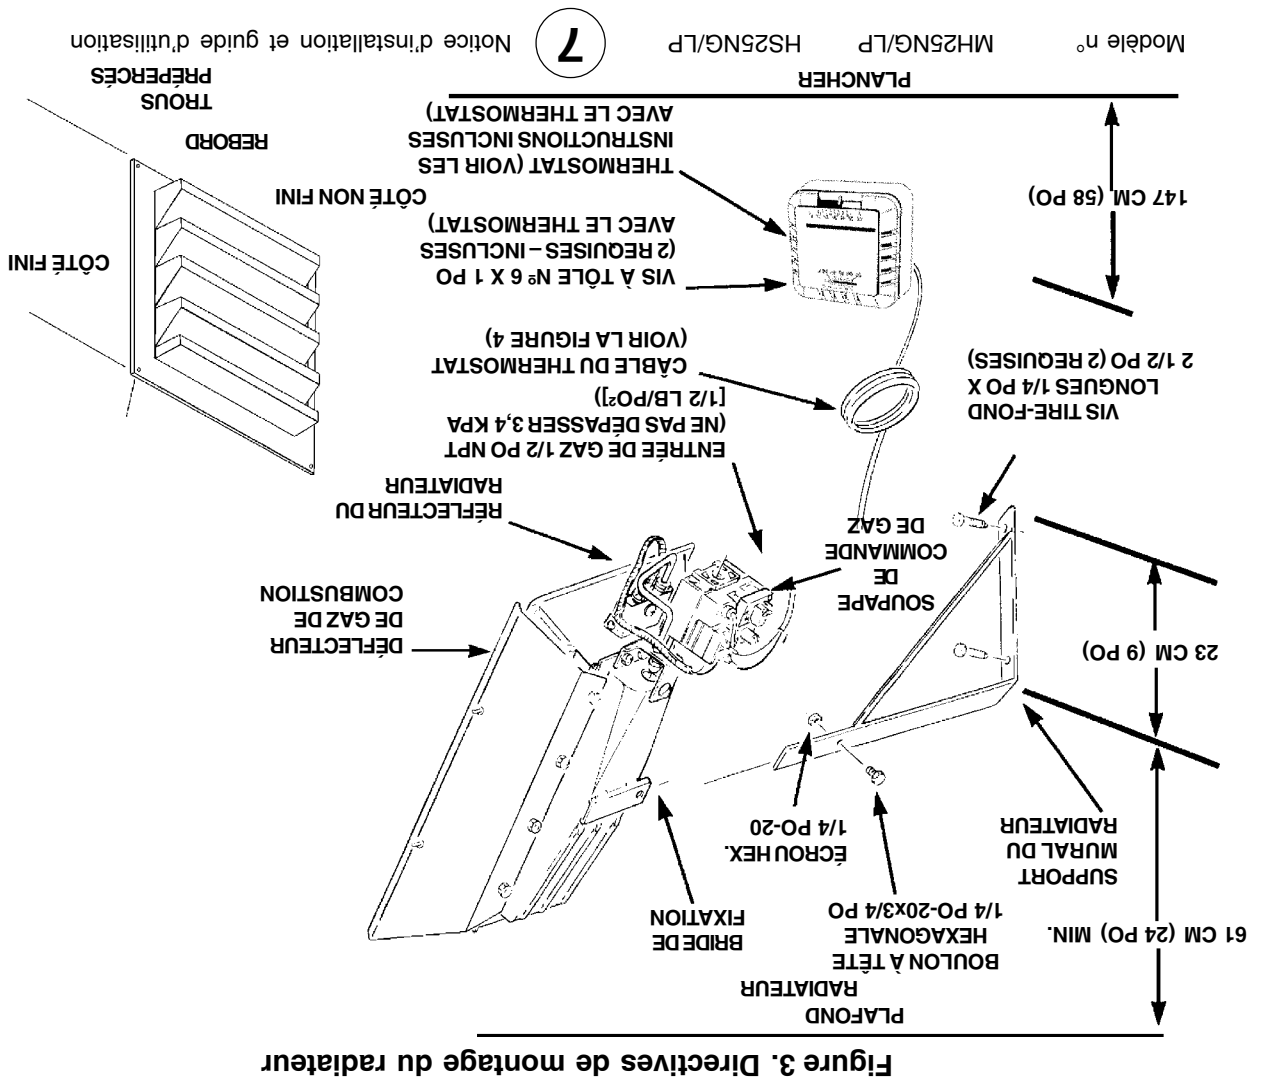

Figure 3. Directives de montage du radiateur
1. Si le support mural doit être fixé à un mur à poteaux de cloison et panneaux de revêtement, consultez la figure 3 pour les dimensions, repérez le poteau et percez des trous d'implantation de 3,2 mm (1/8 po) au centre du poteau. Utilisez le gabarit pour simplifier l'installation.
2. Si le support mural doit être fixé à un mur de brique ou de maçonnerie, consultez la figure 3 pour les dimensions. Procurez-vous deux ancrages à expansion de 1/4 po de diamètre interne et déterminez la taille du foret à utiliser. Percez les trous appropriés pour recevoir les ancrages dans la brique ou la maçonnerie.
- E. Positionnez le radiateur comme il est indiqué à la figure 3 et faites glisser la bride de fixation du radiateur sur le support mural comme il est indiqué à la figure 4.
1. Voir la figure 3 pour les dimensions et d'autres renseignements sur la prise.